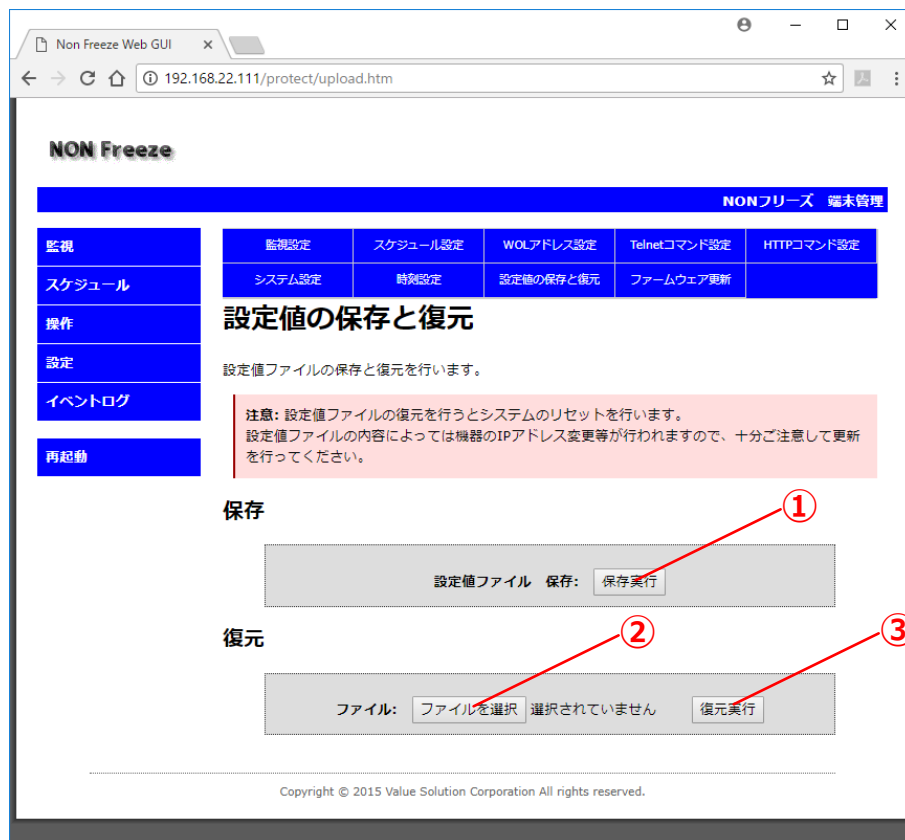

Fig. 37 設定値の保存と復元
設定画面の設定サブメニューから「設定値の保存と復元」項目をクリックすると、本装置の設定値をファイルに保存（エクスポート）、またはファイルから復元（インポート）する設定値の保存と復元画面（Fig. 37）を表示します。
4.5.9 設定値の保存と復元と同画面（Fig. 37）を表示します。